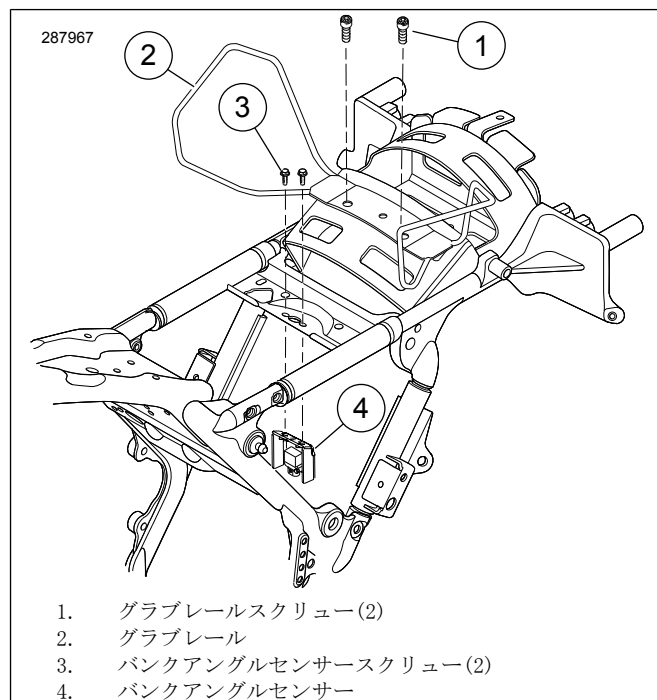

図1。バンクアングルセンサースクリューの取り外し
5. グラブレール装備車の場合: 「図1」を参照してください。グラブレールスクリュー(1)を取り外し、廃棄します。